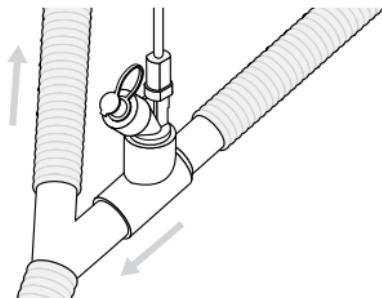

Abbildung 5. Aerogen Solo mit einem Beatmungsschlauchsystem verbinden
1. Bei 22-mm-**Beatmungsschlauchsystemen für Erwachsene** den Vernebler mit dem T-Stück für Erwachsene im Inspirationsschenkel des Beatmungsschlauchsystems vor dem Y-Patientenanschlussstück anschließen (Abbildung 5).
Hinweis: Abbildung 5 zeigt nur die Anordnung für Erwachsene.